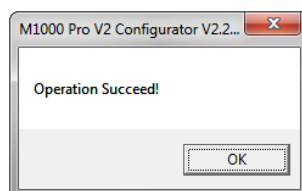

Рисунок 3
7. В случае успешного установления связи с терминалом «Robustel M1000 Pro V2» программа «M1000ProV2 Configurator» считывает настройки терминала и на экране появится диалоговое окно с сообщением: «Operation Succeed!» (рисунок 3). В случае появления на экране диалогового окна с сообщением: «Incompatible Version!», необходимо обновить прошивку терминала (см. инструкцию «Инструкция по прошивке терминала Robustel M1000ProV2.pdf»).